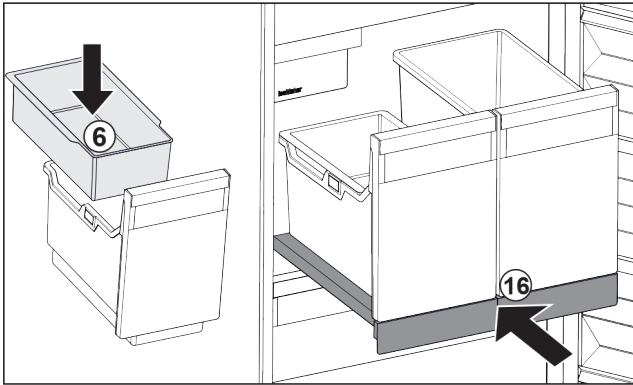

Fig. 106
- ▶ Вставьте навесной лоток Fig. 106 (6) для кубиков льда.
- ▶ Вставьте выдвижную панель с контейнером (IceTower). Fig. 106 (16)